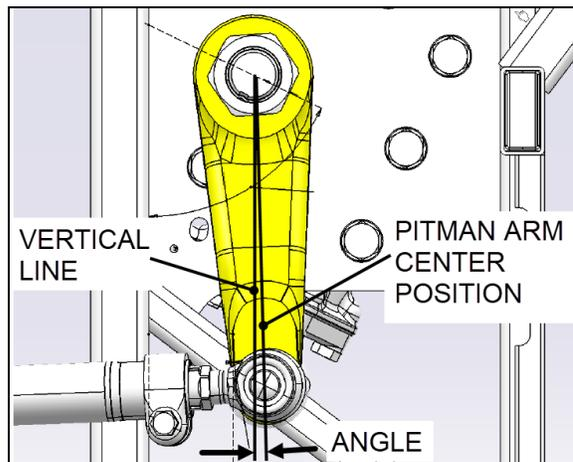

FIGURE 16: AJUSTEMENT DE LA BIELLE PENDANTE
2. En utilisant un rapporteur d'angle, vérifier l'angle de la bielle pendante (se reporter à la Figure 16).